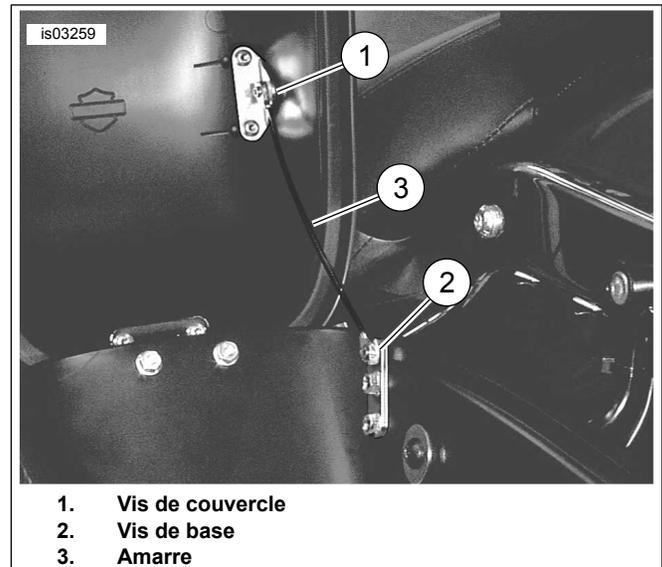
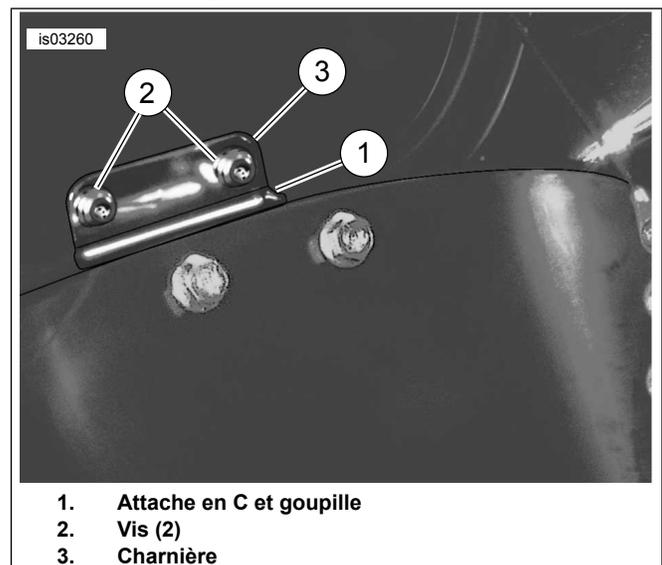
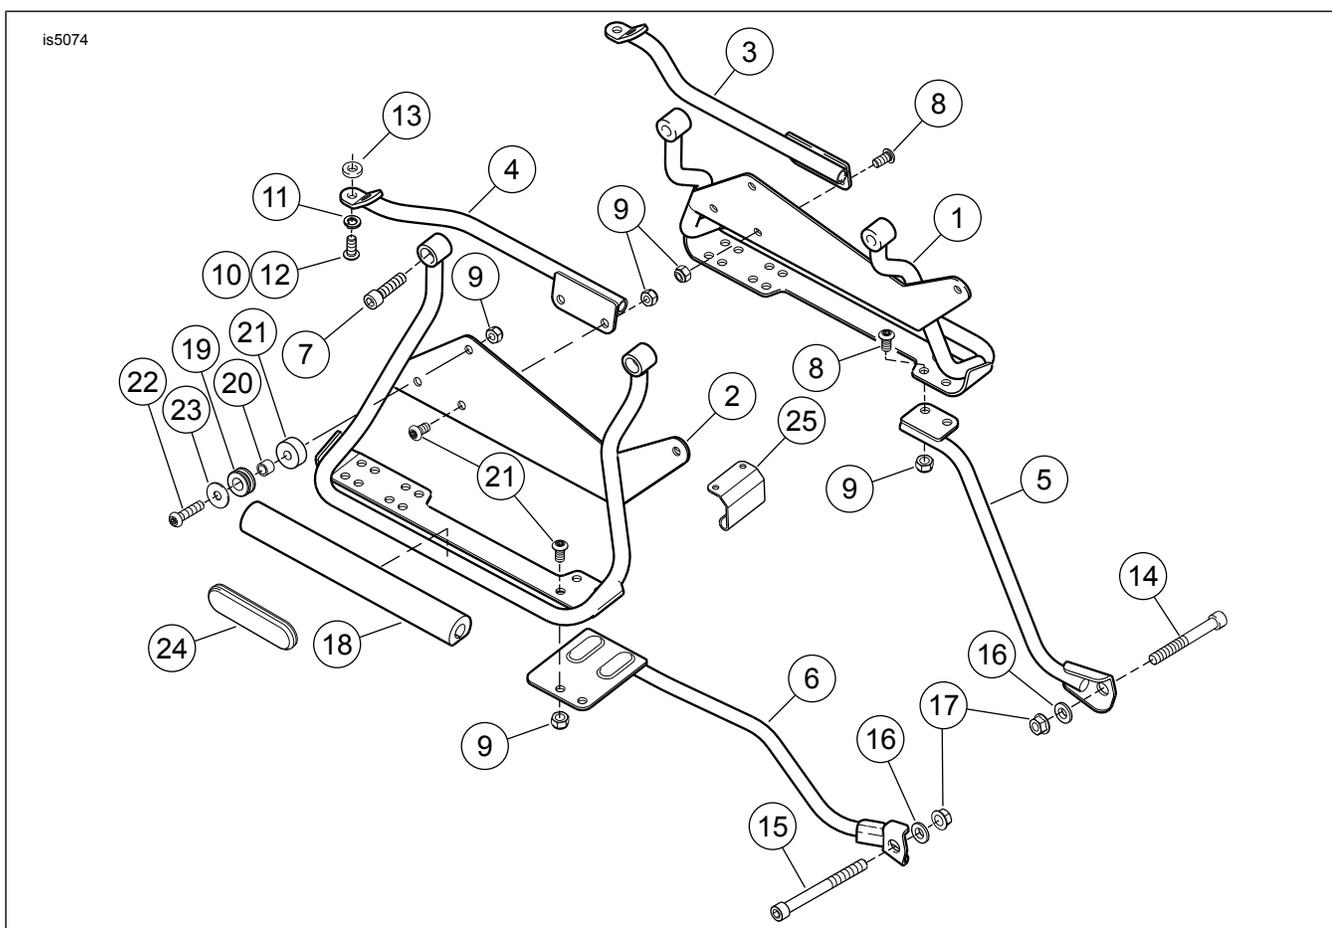

Figure 16. Retirer l'amarre.
Figure 17. Retirer la charnière.
Figure 18. Pièces détachées : kit de support de sacoche (88205-07A) et kit de visserie (88208-07A)
Lors de l'installation du support d'appui-pied de gauche, utiliser le boulon de 3 pouces (Figure 18, élément 14). Lors de l'installation du support d'appui-pied de droite, utiliser le boulon de 4,5 pouces (Figure 18, élément 15).
1. Voir Figure 18. Installer deux vis (8) dans les crochets de suspension de soutien de sacoche (1, 2) et dans l'attache de support avant (5, 6). Fixer avec les écrous (9). Serrer les écrous à un couple de 13,1 N·m (120 in-lbs).
2. Serrer les écrous (17) sur l'attache de support avant à un couple de 34–41 N·m (25–30 ft-lbs).
3. Installer le silentbloc en caoutchouc (18) sur les crochets de suspension de soutien de sacoche (1, 2) avec le côté « plat » orienté vers le bas.
4. Voir Figure 18. Installer la vis (22) et la rondelle (23) du côté de la sacoche dans l'entretoise (20). Installer ensuite l'écrou (9) en le serrant à la main.
1. Voir Figure 16. Retirer les vis (1, 2) qui attachent l'amarre au couvercle de sacoche et à la base.
2. Retirer l'amarre (3) de la sacoche.
3. Voir Figure 17. Retirer et conserver l'attache en C et la goupille (1) de la charnière. Séparer le couvercle de sacoche du corps.
4. Retirer et conserver deux vis (2) qui attachent la charnière au couvercle de sacoche.
5. Glisser la charnière (3) du dessous du joint en caoutchouc.
6. Voir Figure 18. Glisser la charnière (25) sous le joint en caoutchouc et attacher la moitié de la charnière au couvercle de sacoche en utilisant les vis (Figure 17, élément 2) retirés précédemment. Bien serrer les vis.
7. Voir Figure 17. Installer la goupille sur la charnière et attacher avec l'attache en C.